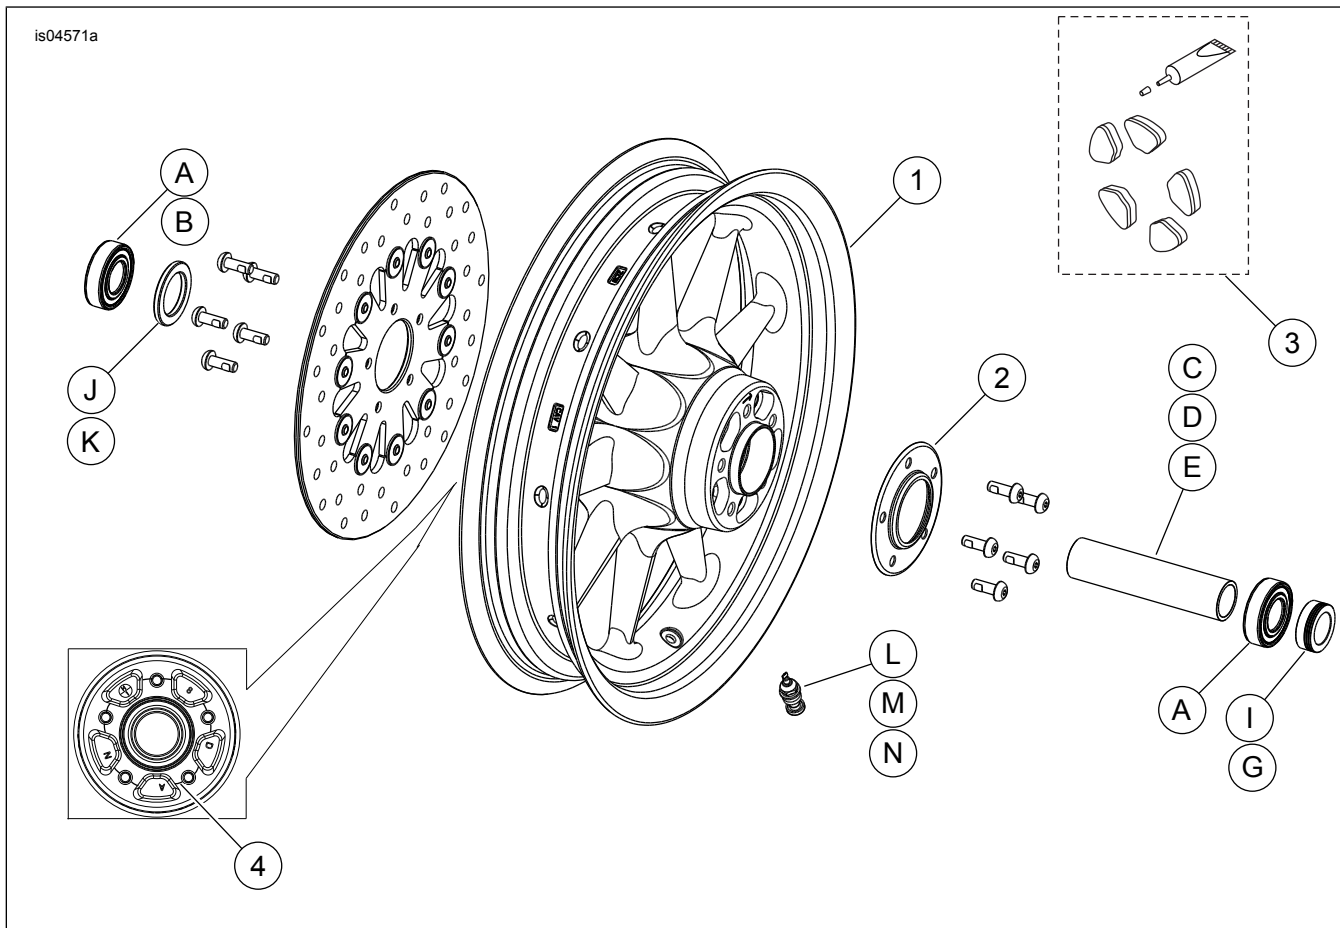

Figure 1. Pièces détachées : Roues avant à neuf rayons
Voir Figure 1 et les tableaux des pièces détachées.
2. Voir Figure 1. Installer l'assemblage de tige de valve (L, M ou N) sur la roue. Voir PNEUS dans le manuel d'entretien.